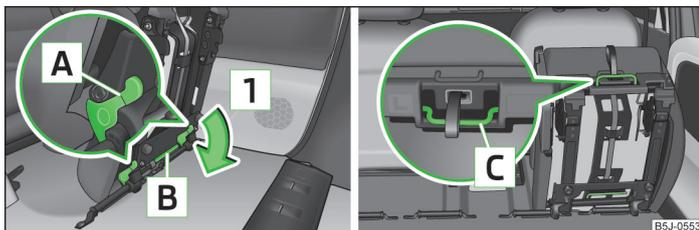

Fig. 40 Desbloquear el asiento abatido hacia delante / asas en la banqueta
- Desbloquear el asiento abatido hacia delante presionando los bloqueos del asiento **A** » fig. 40 en sentido de la flecha **1**.
- Abatir el asiento del extremo hacia delante » página 60, *Abatir hacia delante el respaldo y el asiento por completo* y desbloquearlo » fig. 40 de la página 61.